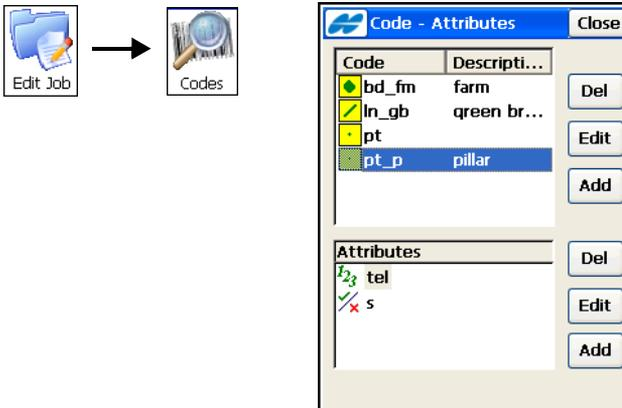
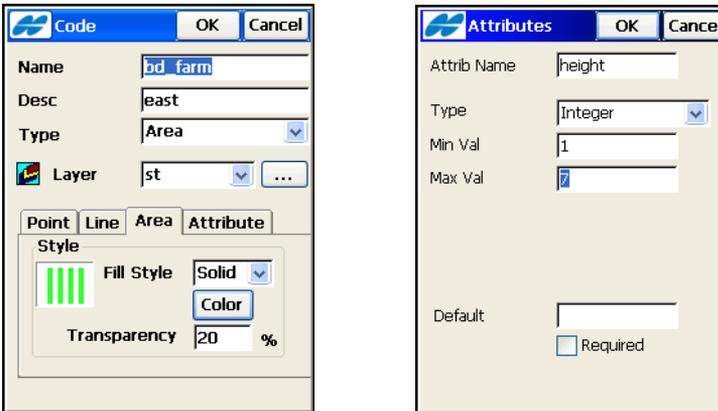
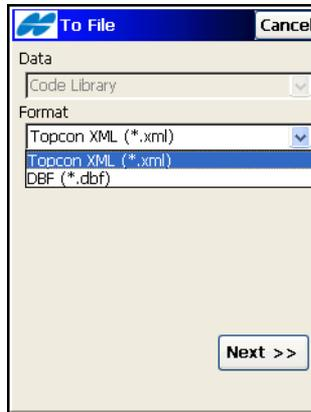

Abbildung 6-17. Codeattribute
Abbildung 6-18. Bearbeiten von Codes und Attributen
Abbildung 6-19. Exportieren der Codebibliothek
Zum Bearbeiten von Codes und Attributen tippen Sie auf **Projekt edit. ► Codes**. Bereits verwendete Codes können weder bearbeitet noch gelöscht werden. Das Fenster *Codeattribute* erscheint (Abbildung 6-17).
1. Zum Hinzufügen eines Codes tippen Sie rechts im Fenster auf **Neu**. Das Fenster *Code* erscheint. Geben Sie den Codenamen und, sofern gewünscht, eine Beschreibung ein. Wählen Sie den Codetyp (*Punkt*, *Linie* oder *Fläche*) und den Layer, in dem der Code abgelegt wird. Richten Sie den Codestil für die Darstellung von Punkten, Linien oder Flächen mit diesem Code für den gewählten Layer ein (Abbildung 6-18 auf Seite 6-14). Wählen Sie auf dem Register *Attribute* eine Option für die Codeabfrage am Linienanfang oder für jeden Linienpunkt. Tippen Sie auf **OK**.
2. Um die Attribute für den neuen Code festzulegen, markieren Sie den Code und tippen rechts im Fenster auf **Neu**. Legen Sie Namen, Typ und Parameter des Codeattributs im Fenster *Attribute* fest (Abbildung 6-18 auf Seite 6-14). Attributtypen bestimmen, ob Attributwerte boole'sch (*Wahr* oder *Falsch*) sind, aus einer Liste vorgegebener Werte ausgewählt werden oder ob es sich um Zeichenketten, Ganzzahlen (Integer) oder
3. Um einen Code oder ein Attribut zu bearbeiten, tippen Sie doppelt darauf oder wählen es über die entsprechende **Edit**-Schaltfläche (Abbildung 6-17 auf Seite 6-13). Nehmen Sie die Änderungen im Fenster *Code* bzw. *Attribut* vor und tippen Sie auf **OK** (Abbildung 6-18).
4. Um einen Code oder ein Attribut zu löschen, wählen Sie den Eintrag in der Liste und tippen Sie auf die entsprechende **Löschen**-Schaltfläche (Abbildung 6-17 auf Seite 6-13). In Punkten verwendete Codes und ihre Attribute können nicht gelöscht werden.
5. So exportieren Sie die Codebibliothek ins gewählte Dateiformat: Wählen Sie im Hilfemenü oben links im Fenster *Codeattribut* (Abbildung 6-17 auf Seite 6-13) den Befehl *Export zu Datei* (Abbildung 6-19 auf Seite 6-15).